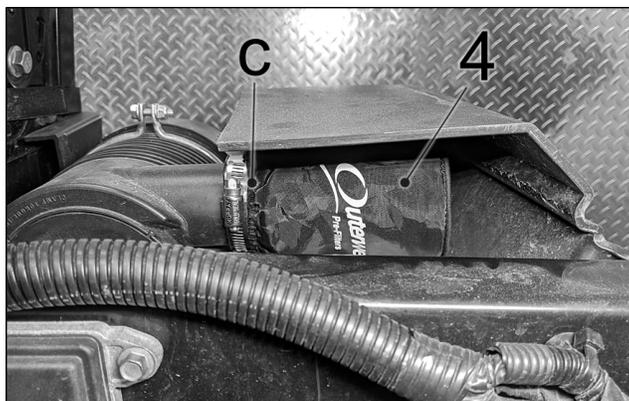

Figure 3
1.3 Insérer le pré-filtre (4) sur le filtre à air cylindrique (2). Vérifier si le collet élastique (C) est bien positionné à la réduction du diamètre du filtre. Voir la Figure 3.